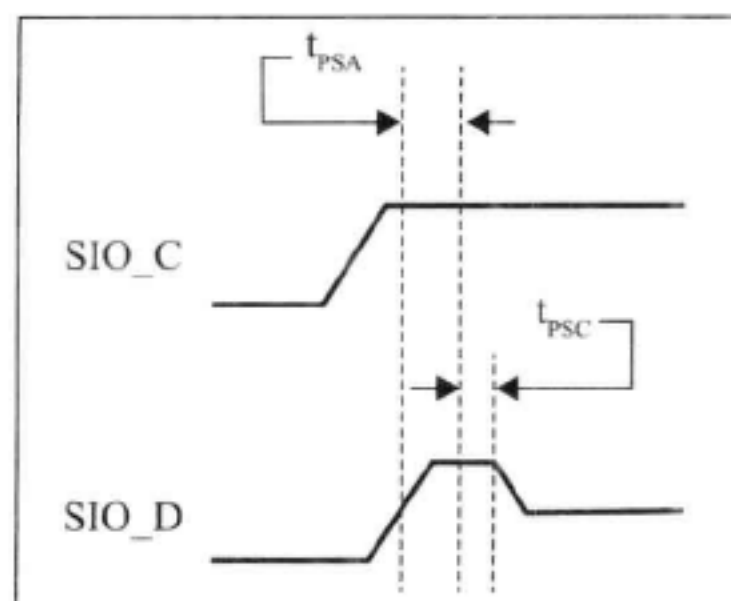

图 23-7 SCCB 停止信号
- 停止信号：在 SIO_C 为高电平时，SIO_D 出现一个上升沿，则 SCCB 停止传输。见图 23-7。